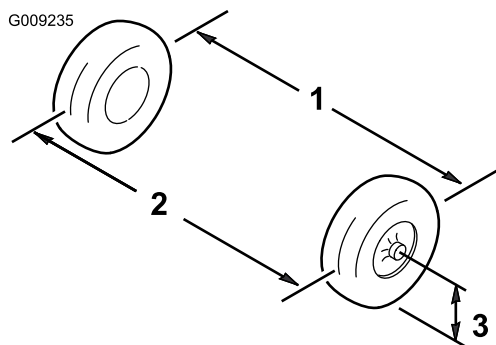

Figura 32
1. Misurate la distanza tra i pneumatici anteriori all'altezza dell'assale, davanti e dietro le ruote (Figura 32).